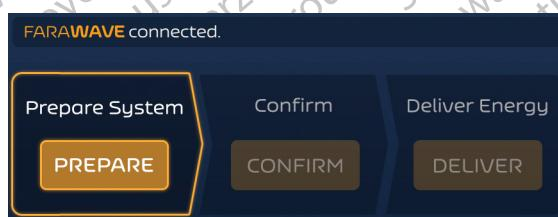

Figura 6. Ecrã Terapia – Modo Assíncrono – Estado inativo
6. Depois de selecionar e de ligar um cateter, o Ecrã Therapy (Terapia) irá agora refletir a seleção (consulte a Figura 6 para ver um exemplo). O Modo Assíncrono é o modo de aplicação de energia predefinido do Gerador de PFA FARASTAR.
6. Prima o botão DELIVER (APLICAR) para iniciar a aplicação de energia. A aplicação de energia pode ser cancelada premindo o botão Cancel Therapy (Cancelar terapia) a qualquer momento (consulte a Figura 11), o que fará o Gerador de PFA FARASTAR voltar ao estado Inativo (consulte a Figura 6).
- Para realizar aplicações adicionais, prima CONFIRM (CONFIRMAR) e, em seguida, DELIVER (APLICAR). A aplicação de energia pode ser cancelada premindo o botão Cancel Therapy (Cancelar terapia) a qualquer momento. Isto fará o Gerador de PFA FARASTAR voltar ao estado Inativo, conforme apresentado na Figura 6.